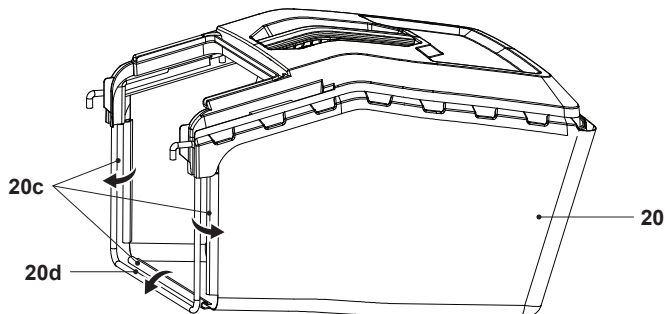

Fig. 5
1. Le bac de ramassage (20) est livré partiellement assemblé.
2. Attacher les trois clips en caoutchouc (20c) sur la tige de support (20d) du bac de ramassage (20) (Fig. 5) ; le bac de ramassage (20) est alors prêt à l'emploi.